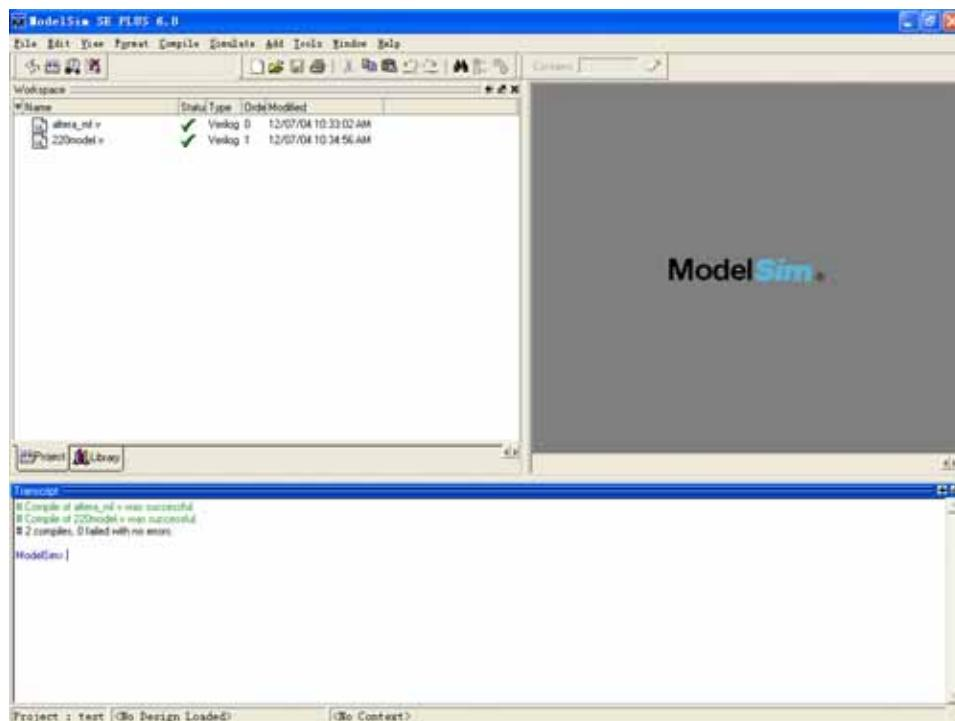

图 6 编译 altera_mf.v 和 220model.v 文件
6. 执行 compile→compile All 命令.编译 altera_mf.v 和 220model.v 文件,图 6 编译 altera_mf.v 和 220model.v 文件所示.